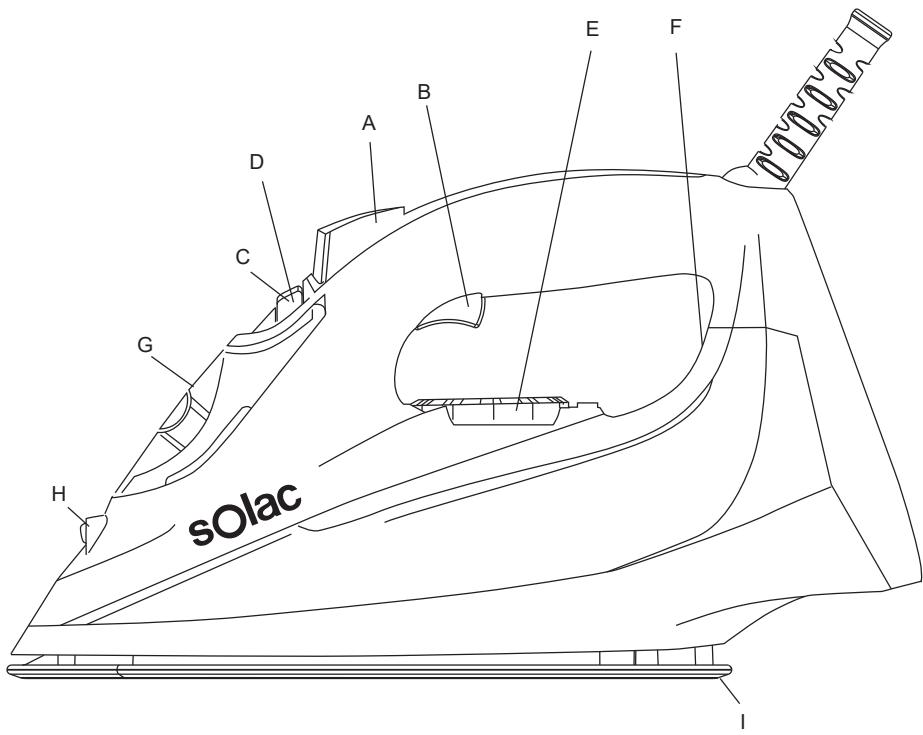

Fig 1.
- Llenar el depósito respetando el nivel MAX (Fig. 1).